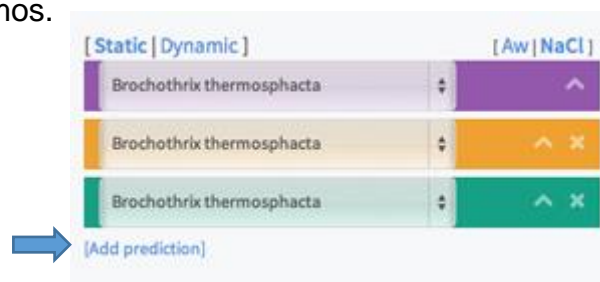

Figura 40 Print pantalla agregar predicción
1. Add prediction", haciendo clic sobre esta zona se añaden nuevas predicciones, hasta un máximo de cuatro (Figura 40). Se pueden variar las condiciones y ver la predicción para esas condiciones. Para ello hay que hacer clic sobre "Add prediction" y el programa nos muestra la nueva predicción, que se puede comparar con la que ya teníamos.